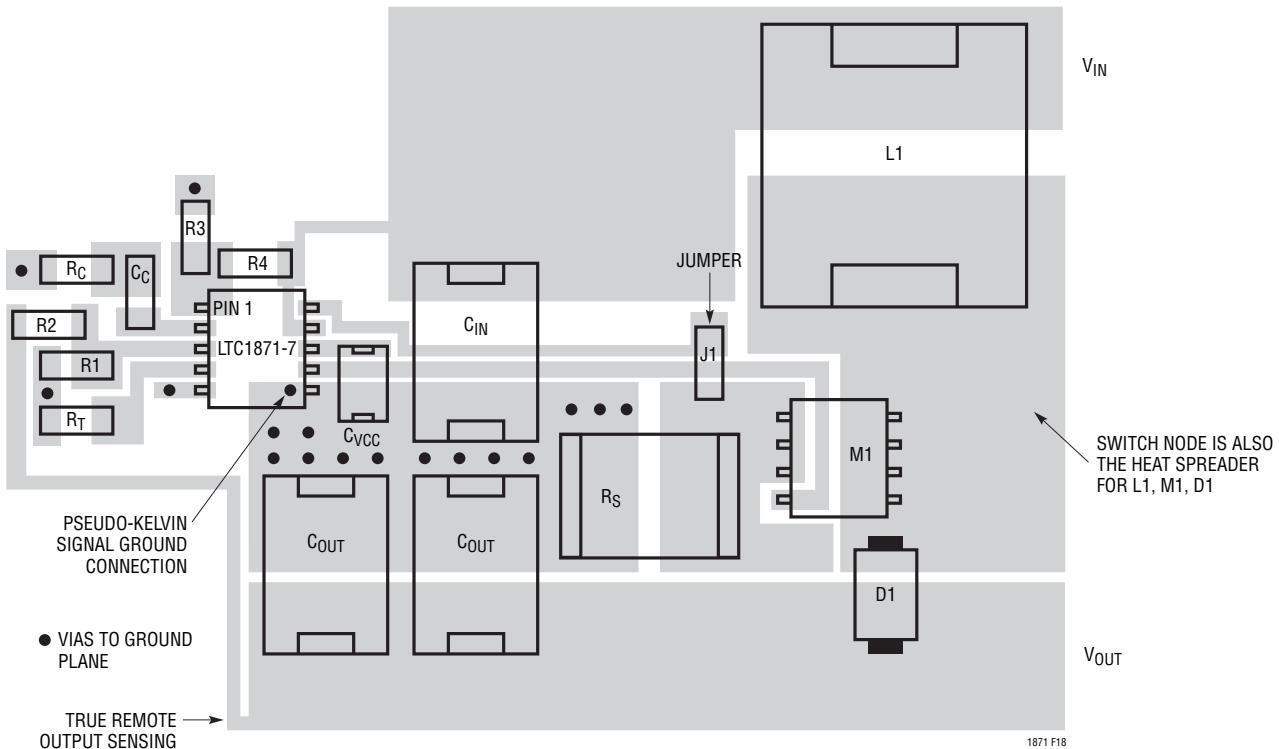

図18. LTC1871-7昇圧コンバータの推奨レイアウト
6. 小信号部品は高周波数のスイッチング・ノードから離して配置します。図18に示されているレイアウトでは、全ての小信号部品はICの一方の側に配置され、全てのパワーパーツは他の側に配置されています。このため、信号グランドに擬似ケルビン接続を使うことができ、di/dtが高いゲート・ドライブ電流はICのグランド・ピンから一方向に(INTV_{CC}のデカップリング・コンデンサのボトム・プレートに向かって)流れ、小信号電流は他の方向に流れます。